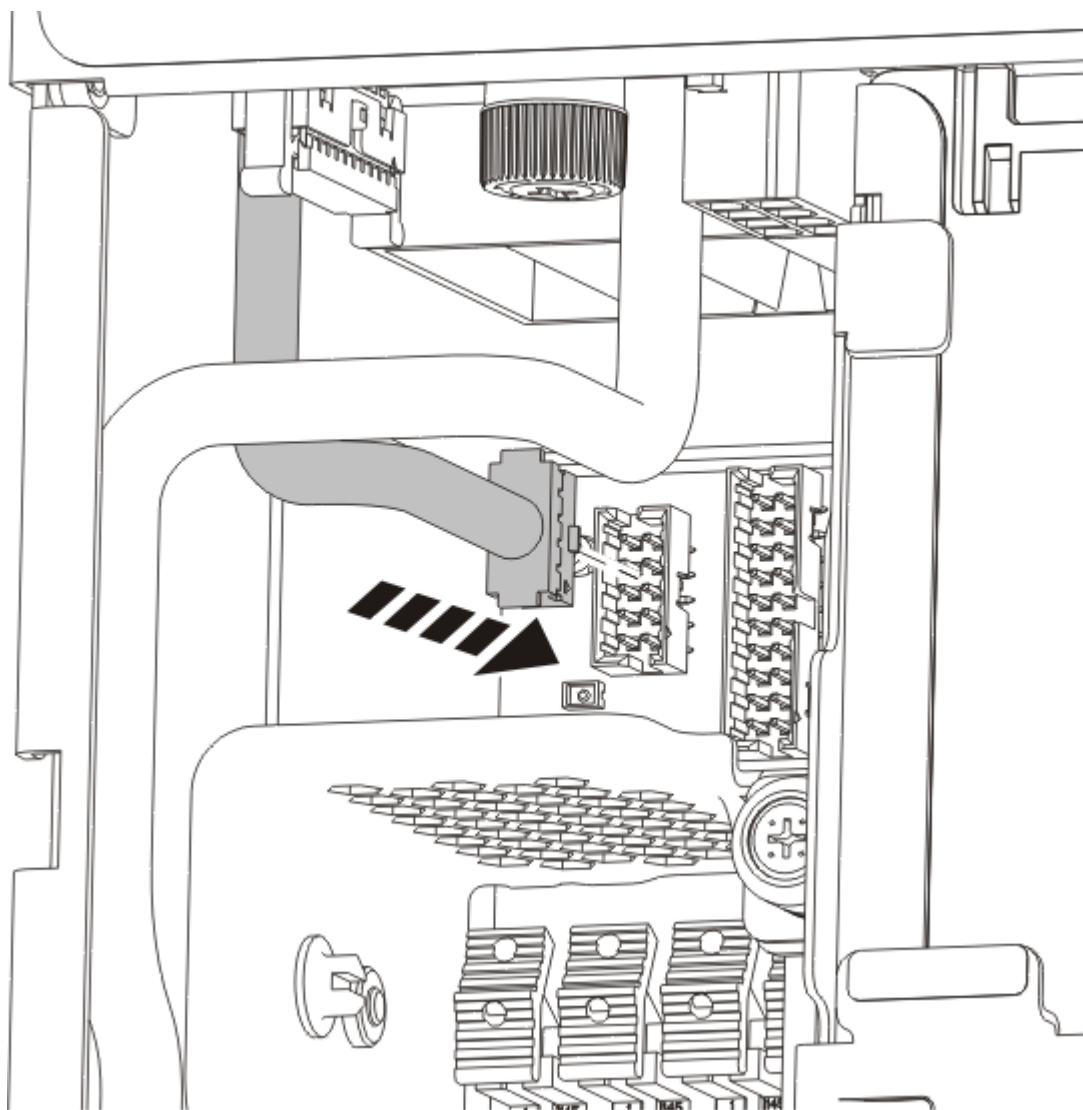

図 62. システム・バックプレーンへのコントロール・パネル・ディスプレイ・ケーブルの接続
5. コントロール・パネル・ディスプレイ・ケーブルをシステム・バックプレーンに接続します (67 ページの図 62 を参照)。